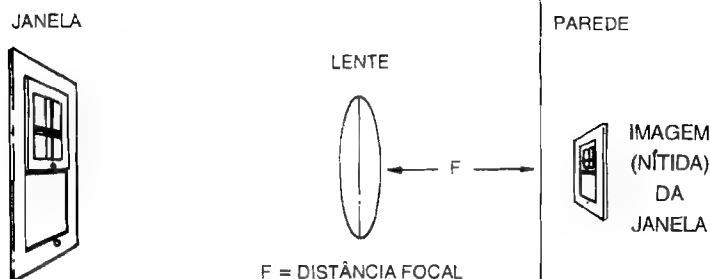

Fig.9
- **FIG. 9 - AS LENTES E A SUA DISTÂNCIA FOCAL** - Embora em curtas distâncias o par de módulos da **BIS** possa até funcionar sem lentes, com estas o desempenho e o alcance serão muito superiores... Lentes plásticas podem ser obtidas em casas de materiais óticos, a preço não muito "bravo", havendo inclusive a possibilidade de se aproveitar lupas dessas vendidas até pelos camelôs... De um modo geral, é bom considerar que quanto maior for o diâmetro das lentes, melhor (desde que, obviamente, "caibam" nas dimensões dos **containers** obtidos ou escolhidos...). Outro ponto importante a considerar refere-se à chamada **DISTÂNCIA FOCAL**, que é tanto menor quanto maior com a "esfericidade" ou convexidade das ditas lentes... Para que os feixes luminosos, tanto proveniente do **EMISSOR** quanto "chegantes" ao **RECEPTOR** possam realmente se concentrar bastante (em função dos componentes opto já centrados nas placas...), é fundamental que as lentes guardem, com relação a tais componentes, uma exata e precisa **DISTÂNCIA FOCAL**... Para se obter, empiricamente, tal distância (porém dentro de um grau de precisão válido para a aplicação na **BIS**...), basta usar o método descrito na figura: num ambiente qualquer da casa, que tenha uma janela, segura-se a lente em posição próxima e paralela à parede **oposta** à citada janela... Em seguida, lentamente, aproxima-se e/ou afasta-se a lente da parede, até que nesta seja vista uma **nítida** imagem, em "miniatura" da janela (invertida, devido às características da lente...). Mede-se, com uma régua, a distância entre a lente e a parede, nessa condição... Tal medida é a **DISTÂNCIA FOCAL** da referida lente, ou seja: o **afastamento** que a dita cuja deve - na acomodação final -